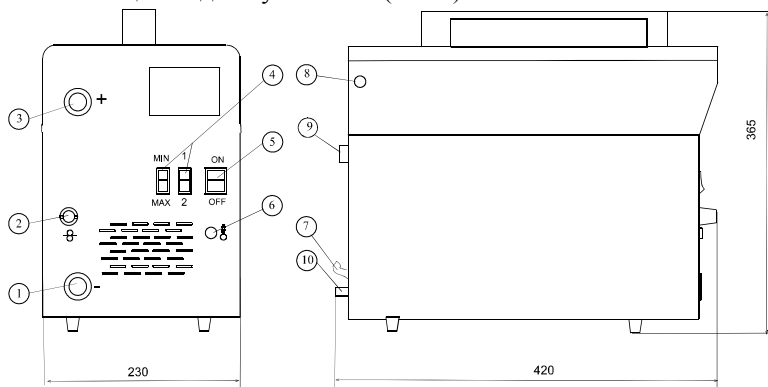

Рис.1 Полуавтомат сварочный серии ПДГ
5.3. Общий вид полуавтомата (Рис.1)